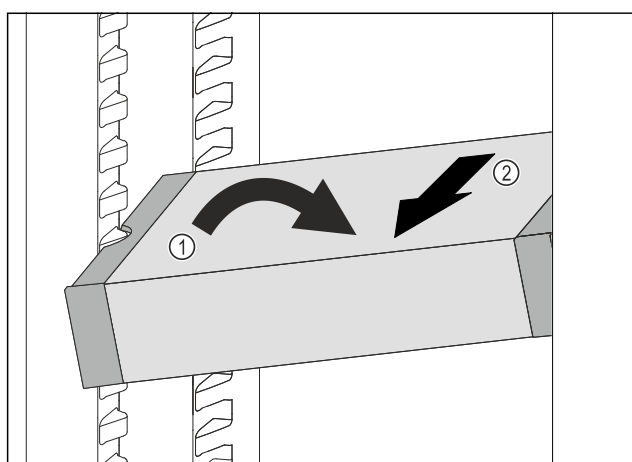

Fig. 145
- Impostare il vano frigorifero di VarioSafe ad angolo. Fig. 145 (1)
- Rimuovere VarioSafe tirando in avanti. Fig. 145 (2)